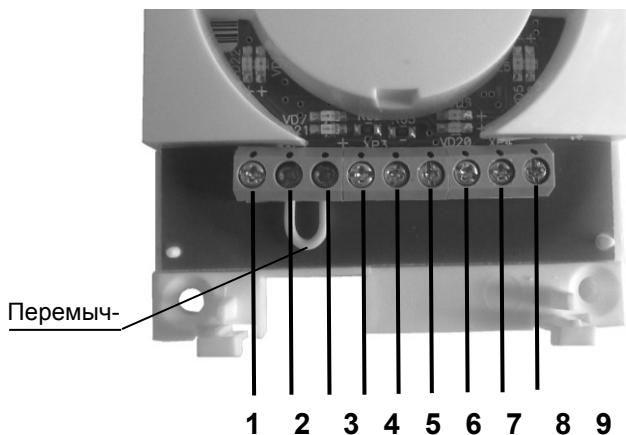

Рисунок 3 – Клеммы считывателя
Управление режимами работы осуществляется установкой или снятием перемычки между клеммами 2 и 3 считывателя (см. рисунок 3):
*Устройство поставляется пользователю с перемычкой между клеммами 2 и 3 (см. рисунок 3).